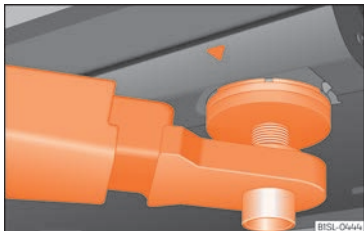
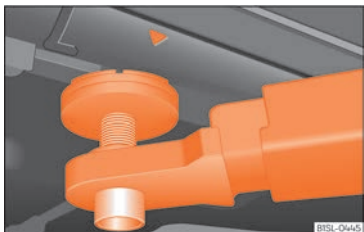

Fig. 283 Points d'appui avant pour lever le véhicule avec un pont-élévateur ou un cric.
Fig. 284 Points d'appui arrière pour lever le véhicule avec un pont-élévateur ou un cric.
Pour lever le véhicule, vous devrez uniquement utiliser les points indiqués dans les figures » fig. 283 et » fig. 284. Si le véhicule n'est pas levé par les points indiqués, cela peut provoquer des dommages » et de graves blessures » ⚠.
• Pour lever le véhicule, vous devrez uniquement utiliser les points indiqués dans les figures » fig. 283 et » fig. 284. S'il n'est pas levé par les points indiqués, il pourrait tomber du pont-élévateur lors de la réalisation d'opérations de dépose du moteur ou de la boîte de vitesses, par exemple.